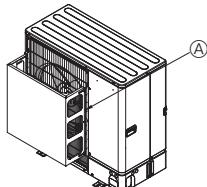

Fig. 2-5
- ② Paigaldage kaitsevaru, kui seade paigaldatakse kohta, kus nt orkaani vms tuuled võivad otse õhu väljalaskeavasse tungida. (Fig. 2-5)